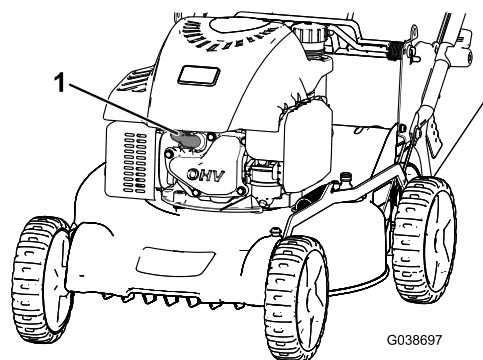

Bild 26
2. Ziehen Sie das Zündkabel von der Zündkerze (Bild 26) ab, bevor Sie Wartungsarbeiten ausführen.
2. Klemmen Sie das Zündkabel von der Zündkerze ab (Bild 26).